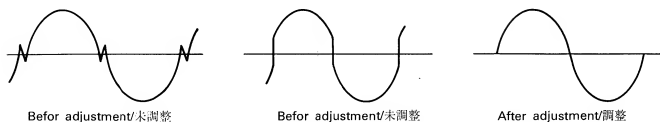
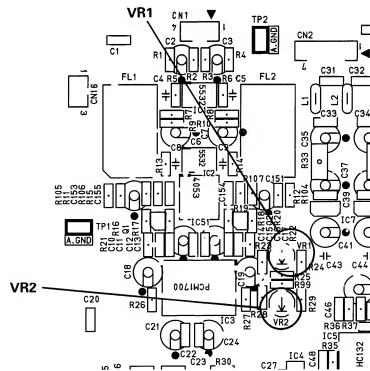

Fig. 1/図1
Fig. 2/図2
c) Looking at the oscilloscope, turn the corresponding semi-variable resistor (VR 1 = L channel, 2 = R channel. Positions are shown in Fig. 2) on the main board until the waveform as shown in Fig. 1 appears.
c) Listen to the sine wave output from the "LINE OUT/L" jack and adjust VR2 on the Main Board (see fig. 2) until noise is minimized.
d) Similarly, adjust VR1 on the Main Board (see fig. 2) using auditory sense.
c) [LINE OUT/L] ジャックから出力されるサイン波を聞きながら、ノイズ (歪) が最も低くなるように MAIN BOARD の VR2 (図2参照) を調整する。
d) [LINE OUT/R] も同様に、聴感上で MAIN BOARD の VR1 (図2参照) を調整する。